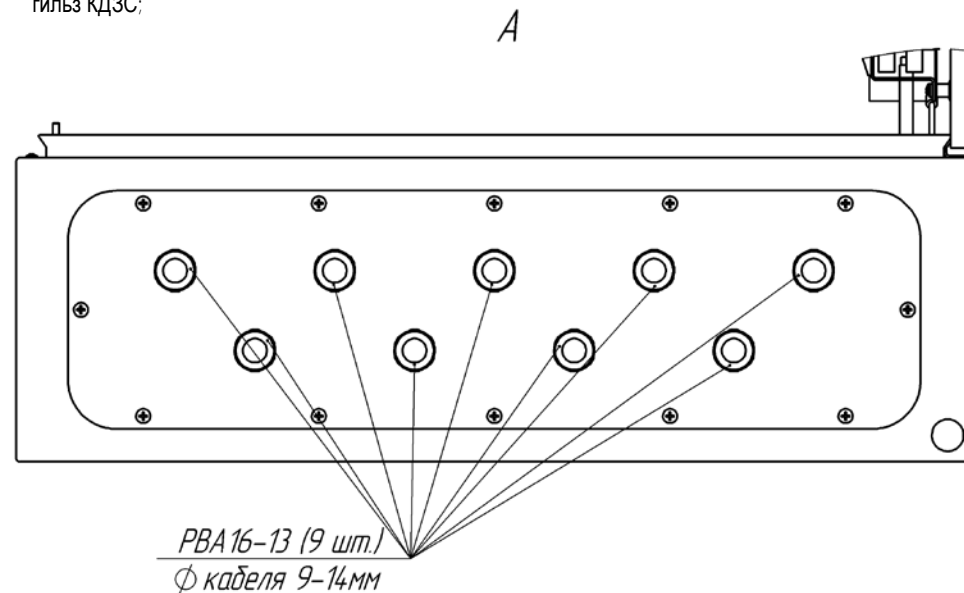

Рис. 1 Устройство термощкафа (дверь открыта на 90°)
- снять оптический кросс с кронштейна, ослабив крепежные винты В1 и В2 (рис.1);
5. Подключить тамперный контакт S2 (поз.4 рис.1) к внешнему устройству сигнализации через контакты 7 и 8 (4-я пара) планты Х2.
6. Подать напряжение питания 220В АС на клеммную колодку Х2, при этом фазный провод (L) соединить с контактом 1.1, нулевой провод (N) с контактом 2.1, а провод заземления соединить с контактом 3.1 (РЕ).
#### Состав изделия: (рис.1)